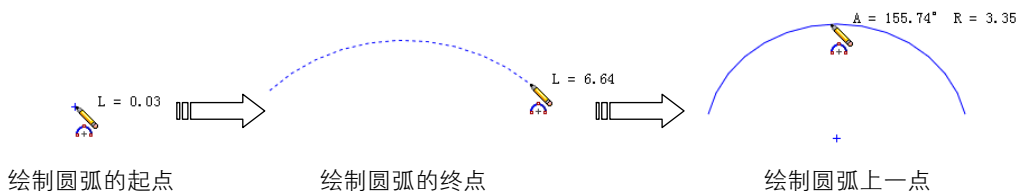

图 2-30 3 点圆弧的绘制过程
- 05 单击【圆弧】对话框中的【确定】按钮,完成圆弧的绘制。3 点圆弧的绘制过程,如图 2-30 所示。